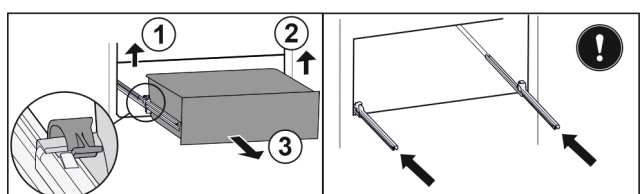

Fig. 149
- ▶ Приподнимите левый зажим и одновременно вытяните движением вперед выдвижной ящик слева. Fig. 149 (1)
- ▶ Приподнимите правый зажим и одновременно вытяните движением вперед выдвижной ящик справа. Fig. 149 (2)
- ▶ Извлеките выдвижной ящик движением вперед. Fig. 149 (3)